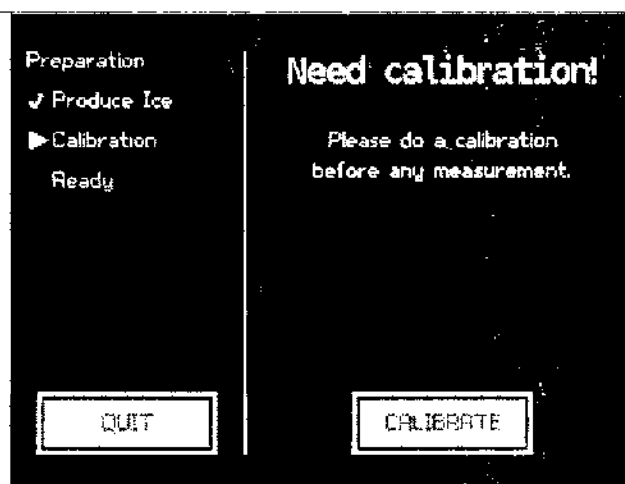

Рис. 31: Калибровка прибора
4. При необходимости откалибровать прибор (рис. 31).